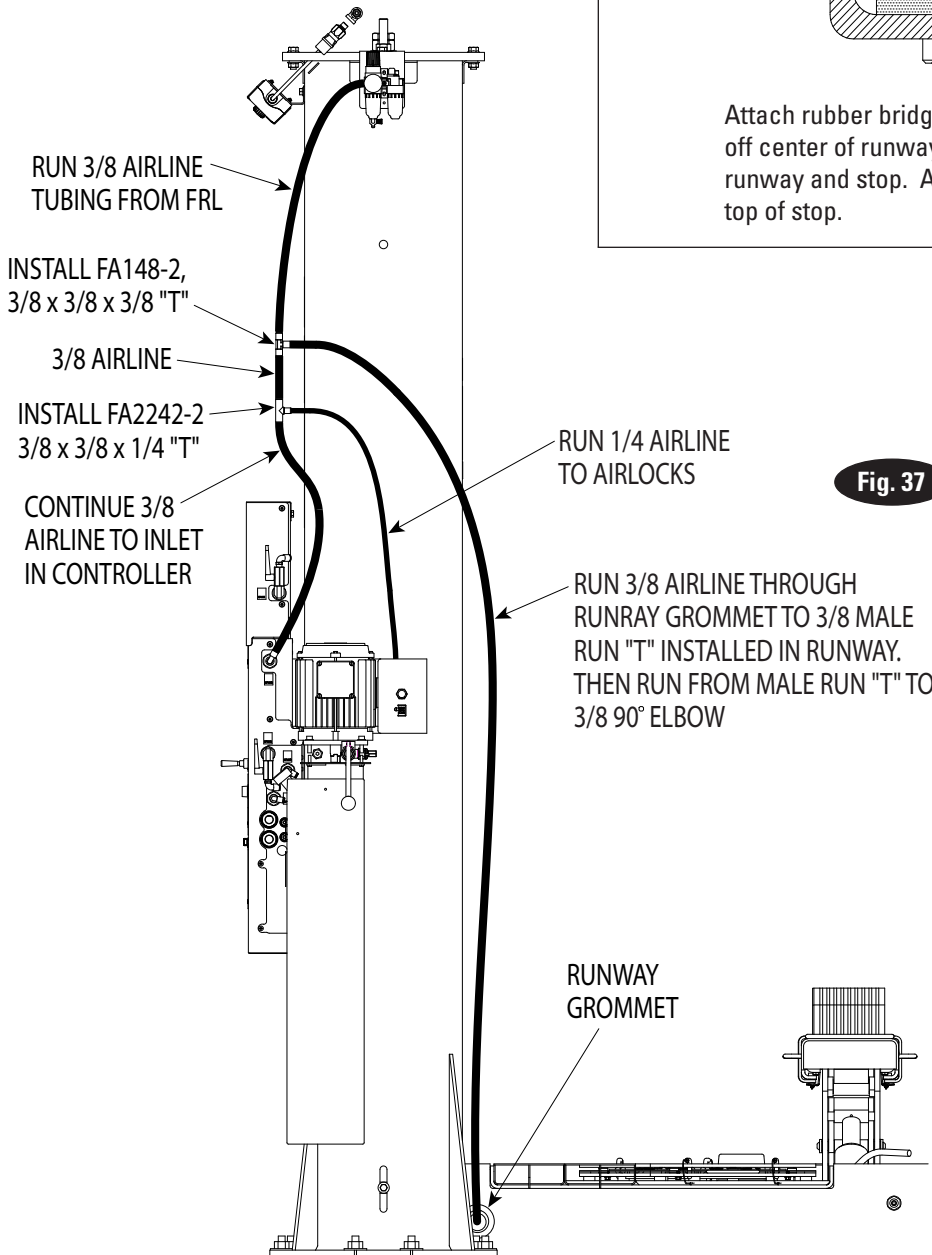

Fig. 37
21. Air Line Routing: See Fig. 37.